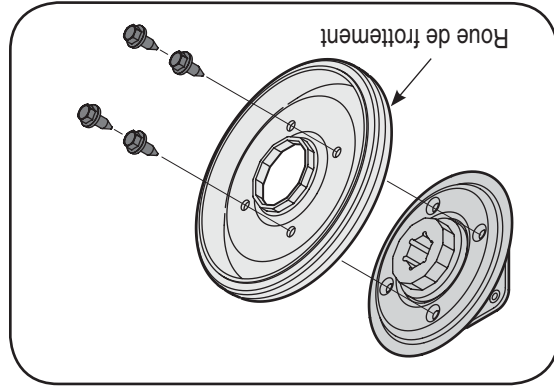

Figure 6-12
- Utilisez une clé de 3/4 po pour maintenir l'arbre hexagonal, puis retirez la vis à tête hex. et la rondelle creuse du côté gauche du châssis. Voir la Figure 6-12.